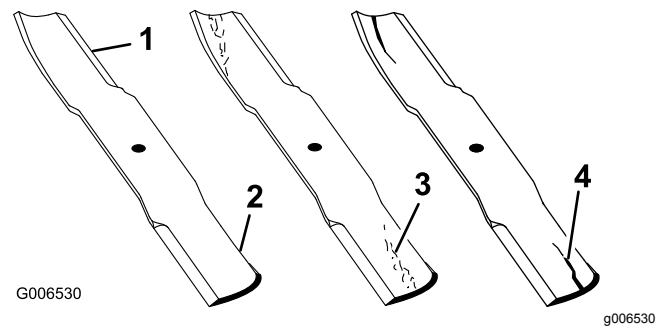

Figura 88
1. Inspeccione los filos de corte (Figura 88).
4. Si observa fisuras, desgaste o la formación de una ranura en esta zona, instale de inmediato una cuchilla nueva (Figura 88).